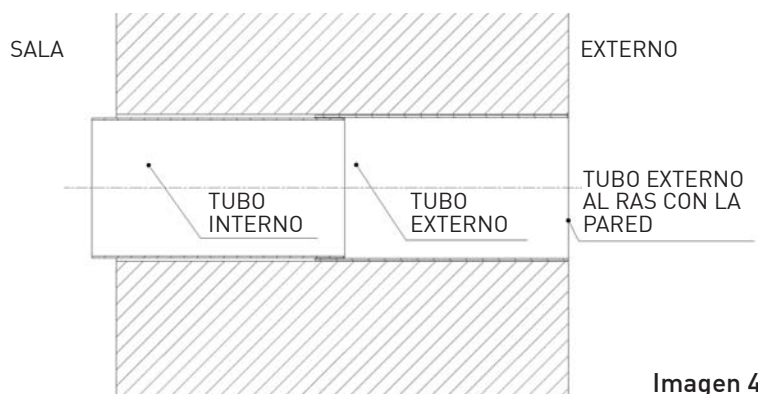

Imagen 4
3. Inserte el tubo telescópico asegurándose que el tubo de mayor diámetro esté al ras con la pared exterior (Imagen 4).